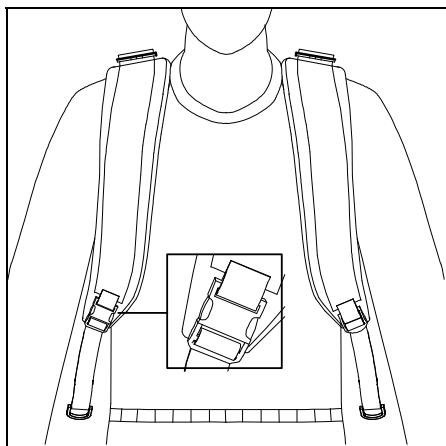
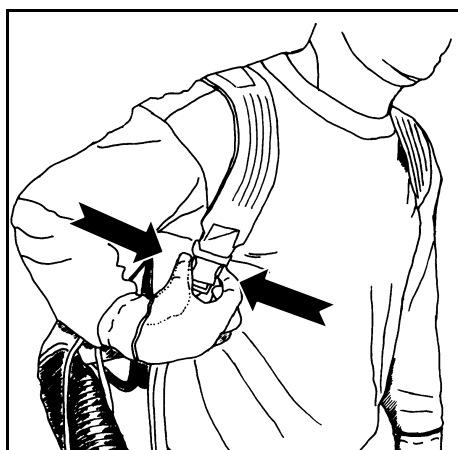

Рис.5. Положение лямок опрыскивателя
Рис.8. Быстрое ослабление лямок опрыскивателя
1. Одной рукой нажмите на клапан быстрого освобождения, расположенный на правой лямке (см. квадрат на рис.5), как показано на рис.8.